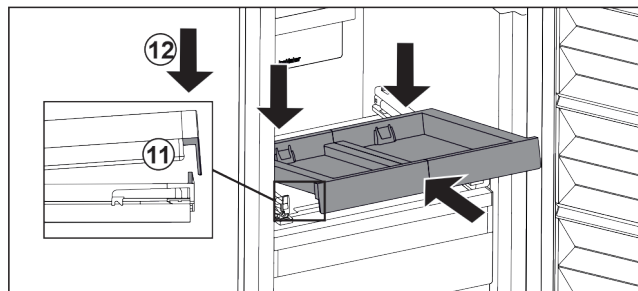

Fig. 104
- ▶ Šikmo zasuňte. Dbejte, aby byl na obou stranách doraz za západkou. Fig. 104 (11)
- ▶ Usad'te vpředu vysouvací přihrádku. Fig. 104 (12)